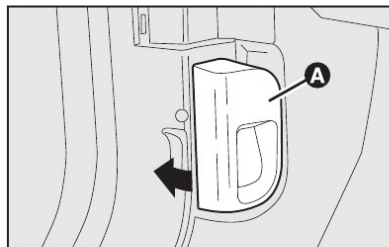

fig. 116
- 1) puxar a alavanca **A**-fig. 116.